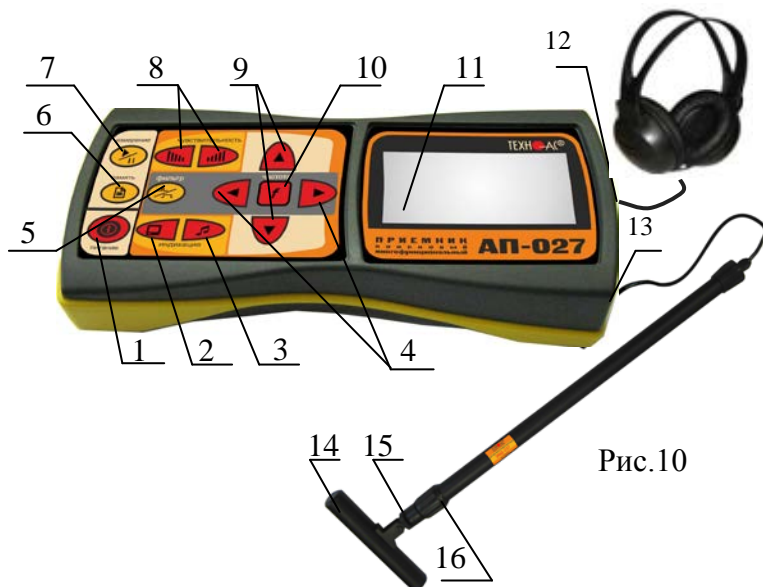
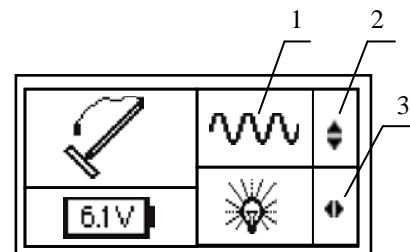
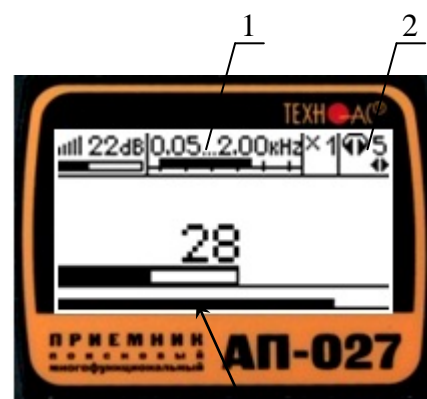

Рис.10
Рис.11
Рис.16 3
Используемое оборудование (рис.10): приемник АП-027, электромагнитный датчик ЭМД-247, головные телефоны.
Подключить к соответствующим разъемам приемника электромагнитный датчик поз.13 рис.10 и головные телефоны поз.12 рис.10 (при необходимости).
Привести электромагнитный датчик из транспортного в рабочее положение для этого: ослабить стопорную гайку поз.16, раздвинуть штангу до требуемого размера и зафиксировать стопорной гайкой. Ослабить фиксирующую гайку поз.15 и установить электромагнитную антенну поз.14 датчика в положение, используемое в трассопоиске. Горизонтальное положение (рис.10) – трассопоиск по методу максимума, транспортное положение – трассопоиск по методу минимума.
5.2.1 Включить питание приемника АП-027 кнопкой ① поз.1 рис. 10.
5.2.2 В «стартовом» окне рис.11 на индикаторе приемника проверить:
5.2.3 Проверить вид принимаемого сигнала поз.1 рис.11. Принимаемый сигнал «непрерывный » выбирается автоматически. При появлении на индикаторе значка «импульсный », что могло произойти в результате случайного нажатия на кнопки, следует выбрать в стартовом окне символ «непрерывный » любой из кнопок ▲/▼ поз.9 рис.10. (см. подсказку поз.2 рис.11)
5.2.4 Установить необходимый уровень подсветки индикатора приемника, используя для этого кнопки ◀/▶ поз.4 рис.16 (см. подсказку поз.3 рис.11).
5.3.1 Запустить режим «измерение» кнопкой  поз.7 рис.10.
5.3.2 Выбрать режим «широкая полоса» нажатием на кнопку фильтр  поз.5 рис.10. На индикаторе появится символ широкой полосы  поз.1 рис.12.
В случае трассировки кабеля под напряжением или трубопровода с катодной защитой выбрать частоту 100 /120 Гц, нажав кнопку «частота» **f** поз.10 рис.10, используя для этого кнопки ◀/▶ поз.4 рис.10. Наблюдать за величиной выбранной
**5.3.3** Выйти из режима регулировки фильтра, нажатием кнопки «частота» **f** поз.10 рис.10. На индикаторе в зоне окна поз.1 рис.12 исчезнет указатель подсказки  и появится в зоне поз.2 рис.12 (возможность регулировки звука).
**5.3.4** Установить комфортную громкость звука в телефонах поз.2 рис.12 кнопками / поз.4 рис.10 (если кнопки не используются для регулировки фильтра).
**5.3.5** Установить уровень входного сигнала кнопками «чувствительность»  и  поз.8 рис. 10 по индикатору «узкая шкала» (предпочтительно на 50...70% от максимума) поз.3 рис. 12.
**5.3.6** Установить необходимый коэффициент усиления фильтрованного сигнала множителем « $\times 1/2/4/8$ » нажимая на кнопки / поз.10 рис.10, не допуская при этом перегрузки.
«измерение» кнопкой  поз.7 рис.10., выбрать режим «широкой полосы», то есть выключить фильтр кнопкой  поз.5 рис.10.
**5.5.3** Для определения кабелей (из числа найденных коммуникаций), находящихся под напряжением промышленной частоты 50...60 Гц, используется режим 50...60 Гц. В этом режиме из широкого спектра сигнала выделяется лишь небольшая полоса частот с центральной частотой 50...60 Гц. Для входа в режим 50...60 Гц включить фильтр кнопкой  поз.5 рис.10, нажать на кнопку частота **f** поз.10 рис.10 и выбрать центральную частоту фильтра 50...60 Гц кнопками  /  поз.4 рис.10.
**5.5.4** Наблюдать за величиной выбранной частоты на индикаторе поз.1 рис.16. При выборе частоты 50/60 Гц
Выйти из режима регулировки фильтра, нажатием кнопки «частота» **f** поз.10 рис.10. На индикаторе в зоне окна поз.1 рис.16 исчезнет указатель подсказки  и появится в зоне поз.2 рис.16 (возможность регулировки звука).
**5.5.5** Установить комфортную громкость звука в телефонах поз.2 рис.16, для этого нажать на кнопку режима звуковой индикации поз.3 рис.10 и отрегулировать громкость кнопками  /  поз.4 рис.10 (если кнопки не используются для регулировки фильтра).
**5.5.6** Установить уровень входного сигнала кнопками «чувствительность»  и  поз.8 рис. 10 по индикатору «узкая шкала» (предпочтительно на 50...70% от максимума) поз.3 рис. 16.